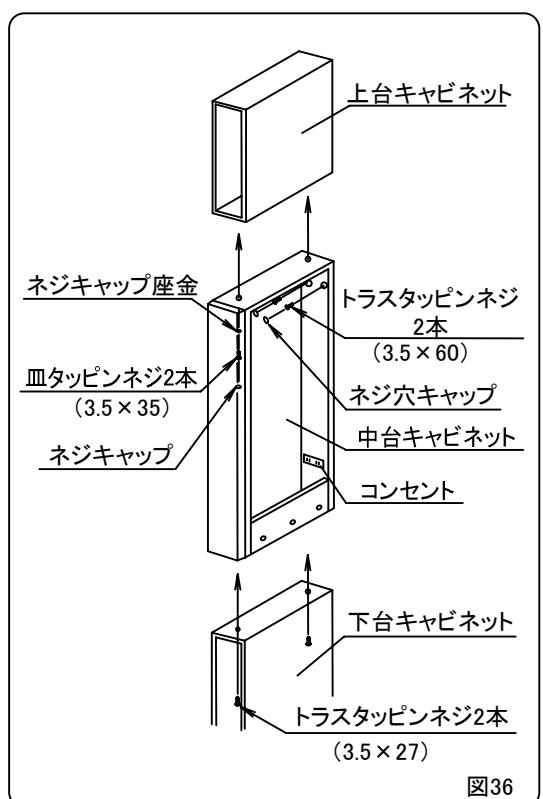

図36
- ⑤下台キャビネットに中台キャビネットを乗せ、両キャビネットの前面側面を合わせ下台キャビネットの天板に加工した下穴からネジ(トラスタッピンネジ3.5×27)で連結してください。(図36)
- ⑥中台キャビネットに上台キャビネットをのせ、両キャビネットの前面側面を合わせ中台の天板に加工した下穴からネジ(皿タッピンネジ3.5×35)にネジキャップ座金を通して連結してください。(図36)
- ⑦ネジキャップ座金にネジキャップをはめ込んでください。(図36)
- ④中台キャビネットの後板上方の壁面取付け用下穴よりネジ(トラスタッピンネジ3.5×60)2本で桿木に固定してください。(P.17 図36)
- ⑤中台キャビネットの後板の壁面取付け用下穴にネジ穴キャップをはめ込んでください。(P.17 図36)
- ⑥棚板を設置してください。(P.6 (6) 参照)
- ⑦下台キャビネットの扉を元通りにセットしてください。